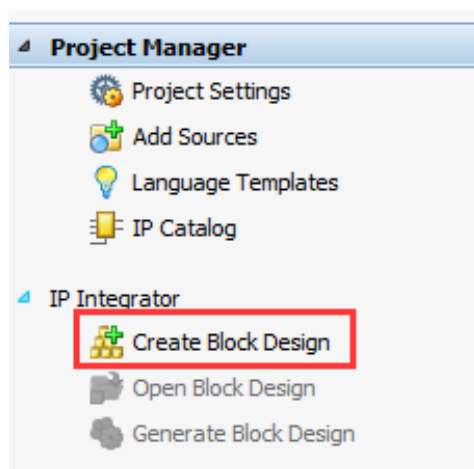

图 2-9 创建原理图
1) 在 Project Navigator 下的 IP Integrator 目录下，点击 Create Block Design，创建原理图，如图 2-9。